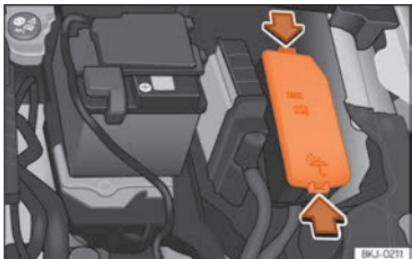

Fig. 49 En el vano motor: tapa de la caja de fusibles.
- Presione las pestañas de bloqueo para desbloquear la tapa de la caja de fusibles » **fig. 49**.